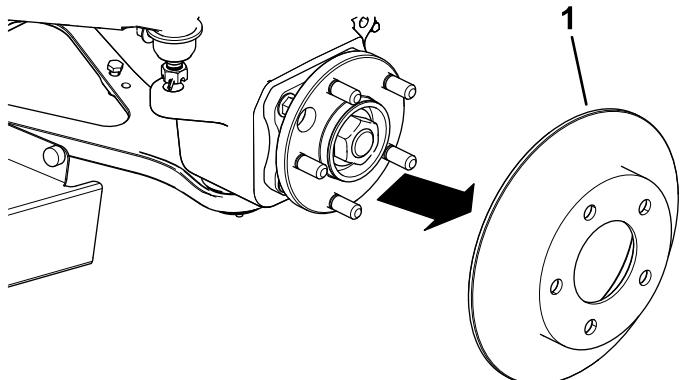

**Figura 5**
5. Retire as linhas do travão frontal e traseiro do cilindro principal (Figura 5).
3. Instale as linhas do travão frontal e traseiro no cilindro principal (Figura 5).